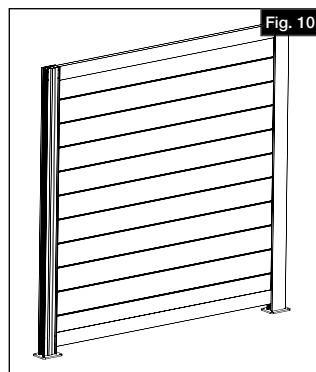

Fig. 10
7. Install post cap (from post kit) to top of post. Use a soft rubber mallet, if necessary to obtain a firm fit (Fig. 10). Repeat for other post.
Remove the 2" spacer blocks (Fig. 10).
7. Installer le capuchon (compris dans le kit de poteau) sur le dessus du poteau. Au besoin, utiliser un maillet en caoutchouc pour bien enclencher le capuchon (Fig. 10). Répéter ce processus pour l'autre poteau.